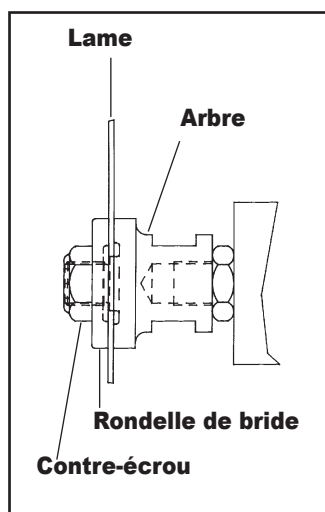

FIG. 2
- a. Arbre standard - Installez la lame sur l'épaule d'arbre de 5/8 de diamètre (Fig. 2). Installez le collet, face allégée tournée vers la lame et vissez le contre-écrou. Tout en maintenant une clé (fournie) sur le plat de l'arbre de © 7/8, serrez le contre-écrou. La lame doit être complètement contre l'épaule d'arbre et de niveau sur la face de l'arbre.
Деталь фланцевой шайбы с рис. 2 и 3 — справа.